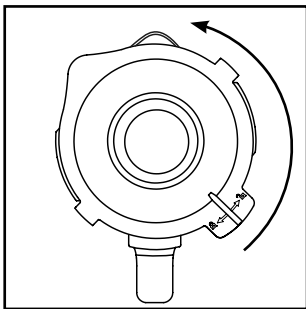

Fig. 1
- 1) Drej blenderkanden ③ i retning mod uret, indtil pilen ▼ under blenderkandens håndtag står over positionen . Tag blenderkanden ③ lodret op fra motorblokken ⑥.
- 2) Fjern låget ② ved at dreje det mod uret i retning af position  (se fig. 1), indtil du kan tage det af oppefra.
- 3) Fyld blenderkanden ③ mindst op til den nederste streg på skalaen ⑧ og maksimalt til MAX-markeringen. For at opnå optimale resultater anbefaler vi følgende maksimale påfyldningsmængder: